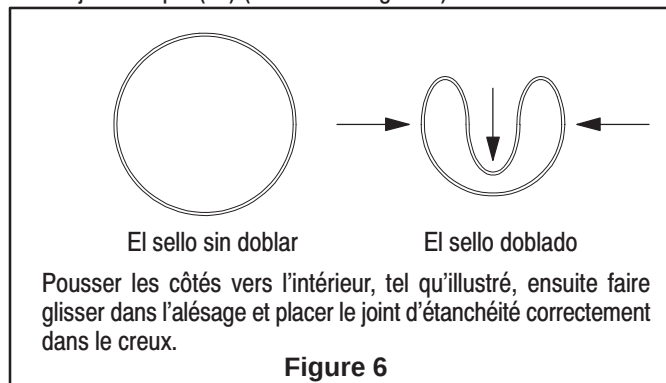

Figure 6
14. Pousser le piston (23) jusqu'au haut du cylindre pneumatique (27).
15. Bien graisser les joints toriques (45 et 20) et installer les joints dans la culasse (18).
16. Bien graisser les deux joints toriques (17) et installer un des joints dans le socle (30) du moteur pneumatique. Installer l'autre dans la culasse (18).
17. Enfoncer le tube (28) dans le trou chambré du socle (30) du moteur pneumatique.
18. En poussant, faire passer la tige de rallonge (40) par le joint torique (45) installé dans la base de la culasse (18).
19. Pousser vers le bas sur la culasse (18) jusqu'à ce que le cylindre pneumatique (27) et le tube (28) soient bien assis dans la culasse (18).
20. Insérer les quatre boulons (46) par les trous percés dans la bride de la culasse (18) et dans le socle (30) du moteur pneumatique.
21. Visser les quatre écrous (50) sur les quatre boulons (46). Serrer les écrous tour à tour de manière uniforme.
22. Bien graisser et installer la coupelle en U (19) dans l'adaptateur de piston (42) en orientant les lèvres de la coupelle en U (19) vers le bas (vers la bride épaisse de l'adaptateur de piston (42)).
23. Bien graisser et installer les joints toriques (39 et 15) dans le presse-étoupe supérieur (37).
24. Déformer le joint d'étanchéité (38) pour lui donner la forme d'un cœur et l'installer dans le presse-étoupe supérieur (37) à l'intérieur du joint torique (39) (consulter la figure 6).